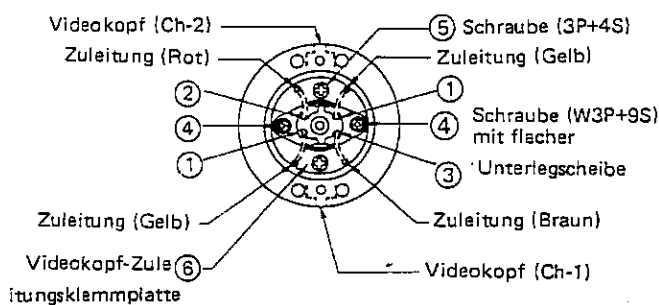

Abbildung 27.
1. Wie in Abb. 27 dargestellt, setzt man die Austausch-trommel ein, wobei man auf korrekte Position der entsprechenden Zuleitungen achtet.